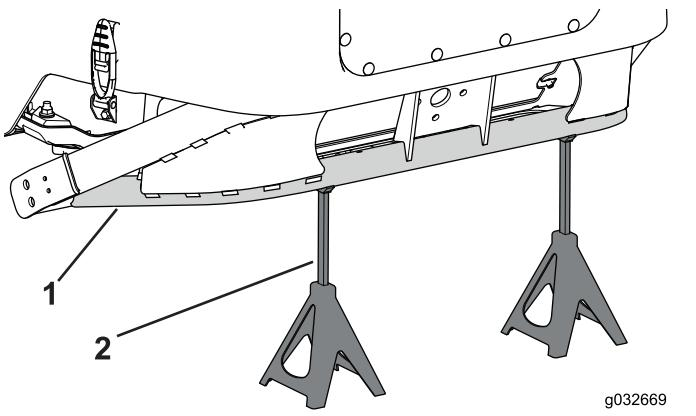

Figura 103
- Coloque 2 gatos fijos debajo de la parte trasera del bastidor de la máquina (Figura 103).